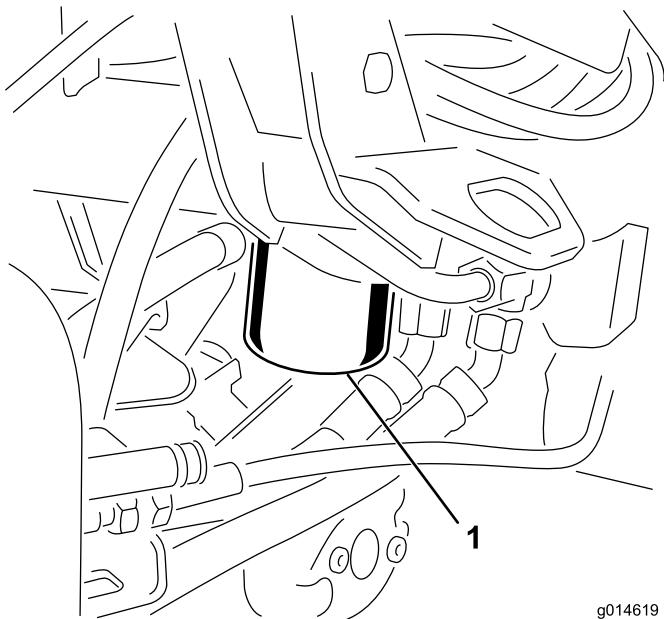

Figura 49
1. Limpe a zona em torno da montagem do filtro (Figura 49). Coloque um recipiente de escoamento debaixo do filtro e retire o filtro.